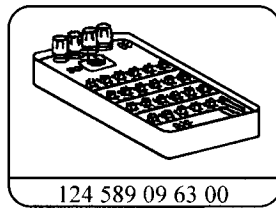

图 9-3-3 电阻测试设备(专用工具 124589096300)
(3)点火开关 ON,拆开 A/C 系统冷却液温度传感器 B10/8(用于空调系统)的插头,然后与测试设备相连。将电阻测试设备 124 589 096300(见图 9-3-3)的量程设置在 310Ω (第一步)或 250Ω (第二步)。使按钮式空调电脑(N22)处于“**AUTO**”模式,检查辅助风扇的工作,并注意风扇的运转方向(应顺时针运转)。